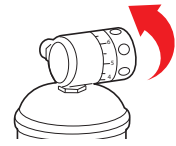

Fig. 6-14
26.4 - Ruotare la manopola di regolazione del riduttore di pressione portandola sul valore consigliato di 4.0 Bar (0,4 MPa) vedi Fig.6-14, in questa fase e in quelle successive **tenere la bombola verticale con la valvola rivolta verso l'alto**. Attendere circa un minuto per fare defluire la pressione all'interno dell'apparecchio e controllare che non vi siano perdite utilizzando un comune cercafughe spray a base di soluzione saponaria, nel caso si rilevassero delle piccole perdite di gas ruotare immediatamente la manopola di regolazione del riduttore di pressione sulla posizione OFF per chiudere il gas.